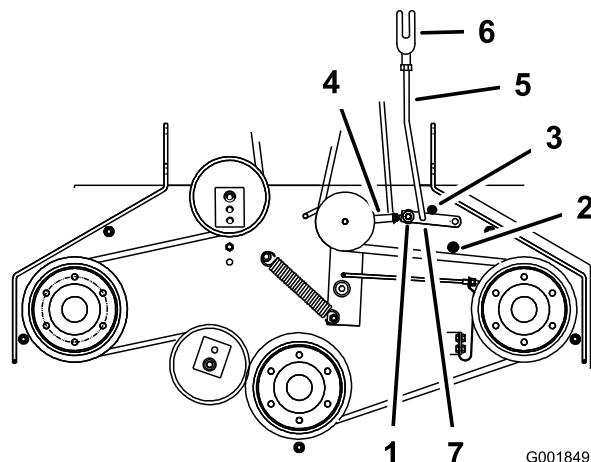

Figura 54
5. Asegúrese de que el brazo está en contacto con el tope trasero del brazo de la carcasa (Figura 54).
7. El brazo debe entrar en contacto con el tope delantero del brazo de la carcasa. Si no lo hace, la palanca acodada debe acercarse más al refuerzo (Figura 54).
8. Para ajustar el acoplamiento del brazo, retire el pasador de horquilla del brazo (Figura 54).
11. Instale el acoplamiento en el brazo y sujetelo con el pasador de horquilla (Figura 54).